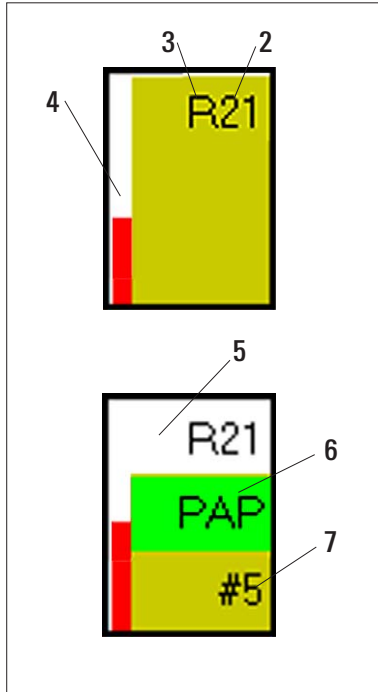

Abb. 51
- Eine Reagenzienstation wählen (entsprechende Taste), im Menü **STATIONSDETAILS** (Abb. 51) Taste **REAGENZIENLISTE** drücken.